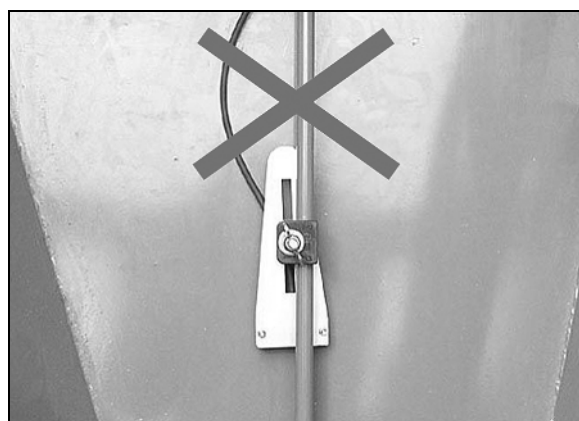

Fig. 83
2. Poussez le clapet (Fig. 83/1) jusqu'en butée dans le doseur.